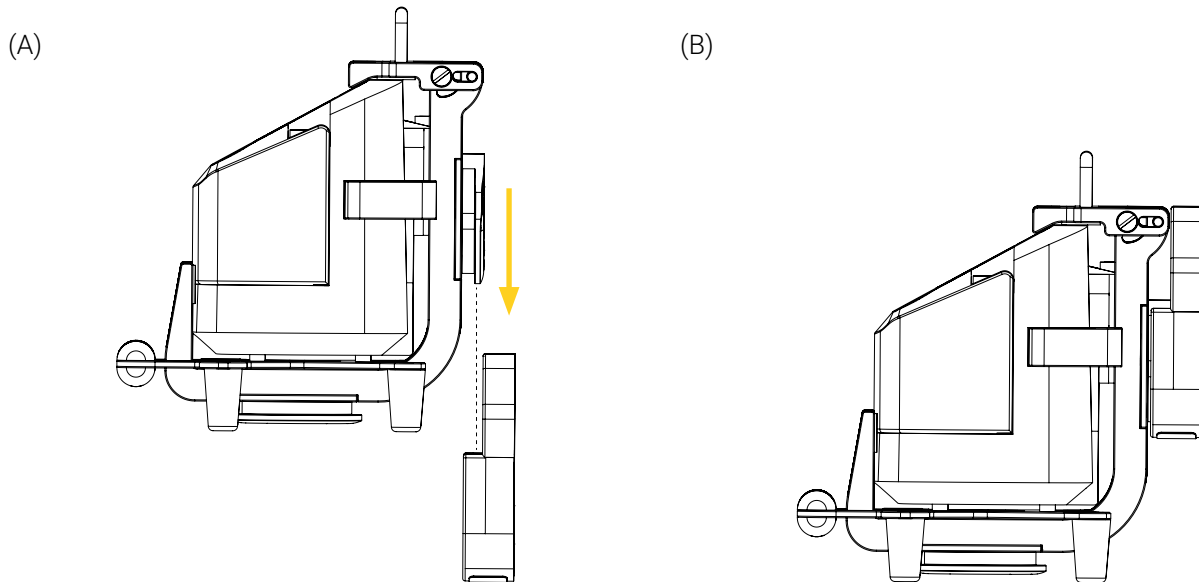
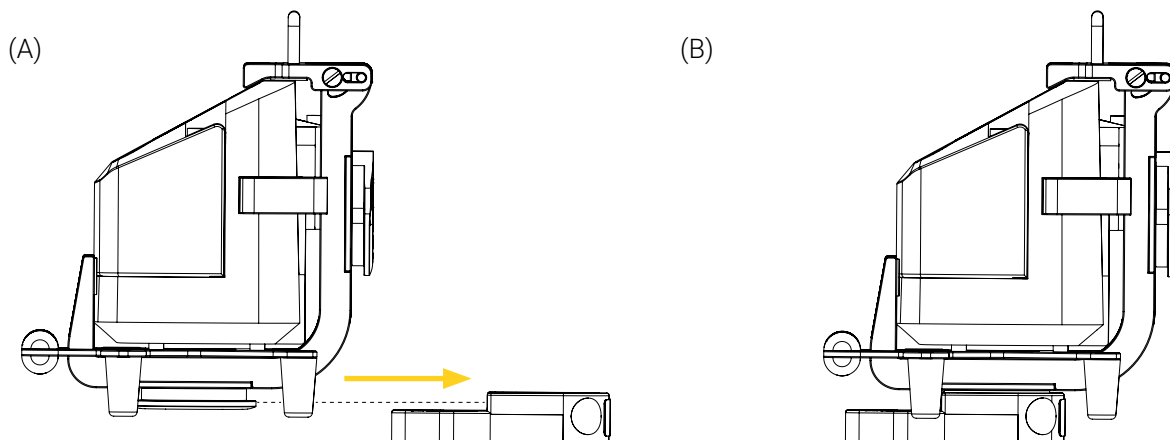

Figure 11: Installation verticale du support de fixation Bracket Pro Serie 61 – GR dans la Micro Base
Figure 12: Installation horizontale du support de fixation Bracket Pro Serie 61 – GR dans la Micro Base
1. Aligner et insérer le disque arrière du support de fixation verticalement (Figure 11) ou le disque inférieur du support de fixation horizontalement (Figure 12) dans la Micro Base, en portant une attention particulière à ne pas coincer les tubulures de l'appareil médical.